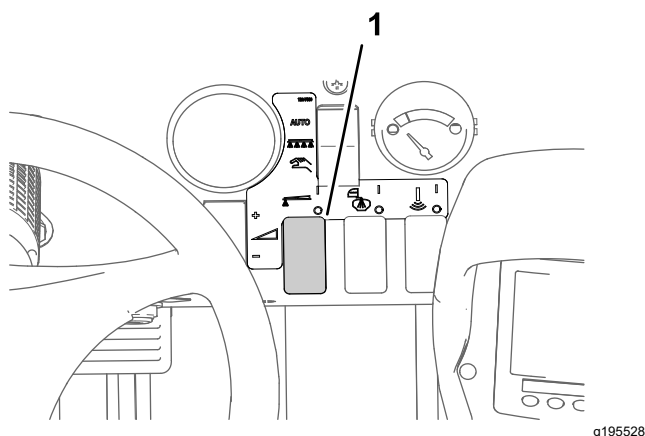

Figura 44
8. Utilizzate l'interruttore del tasso di applicazione per ottenere la pressione di irrorazione desiderata come indicato nella guida di selezione degli ugelli fornita con l'irroratrice (Figura 44).